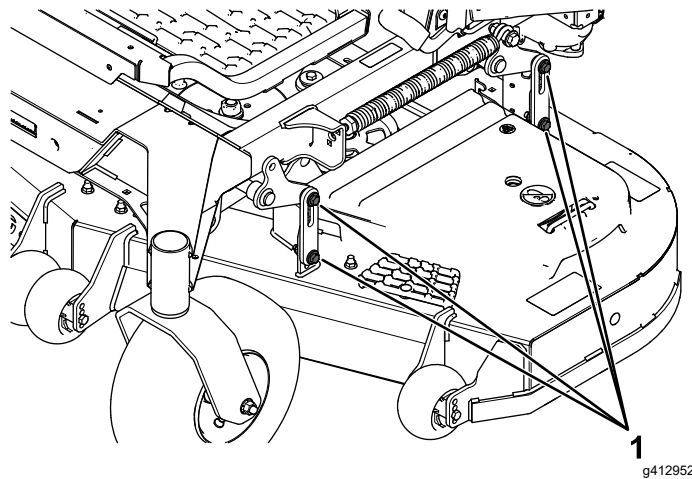

Figura 94
16. Afloje las contratuercas (Figura 94) en las 4 esquinas y asegúrese de que la carcasa de corte queda bien asentada sobre los 4 bloques.